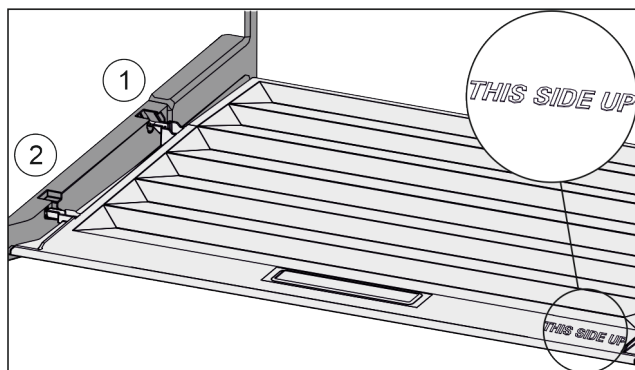

Fig. 90
- ▶ Ramiona pokrywy wprowadzić ponad otworem tylnego uchwytu Fig. 90 (1) i zazębić z przodu w uchwycie Fig. 90 (2).